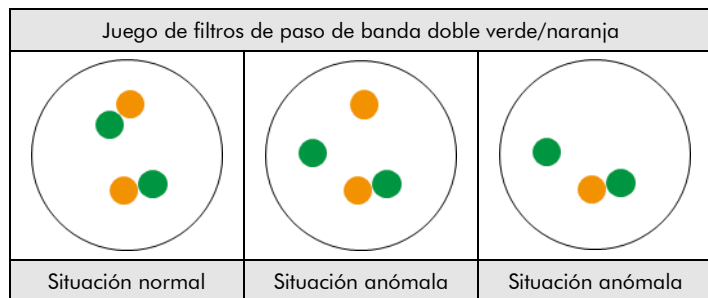

Fig. 2: Resultados previstos en núcleos normales y anómalos
**Situación normal:** En las interfases de células normales o células sin una translocación que afecte a la región del gen ROS1, aparecen dos señales de fusión verdes o naranjas (ver Fig. 2).
**Situación anómala:** Una región del gen ROS1 afectada por una translocación se indica mediante una señal verde independiente y una señal naranja independiente. Las señales verdes aisladas son el resultado de deleciones distales a la región del punto de ruptura de ROS1 o debido a translocaciones desequilibradas que afectan a esta región cromosómica (ver Fig. 2).